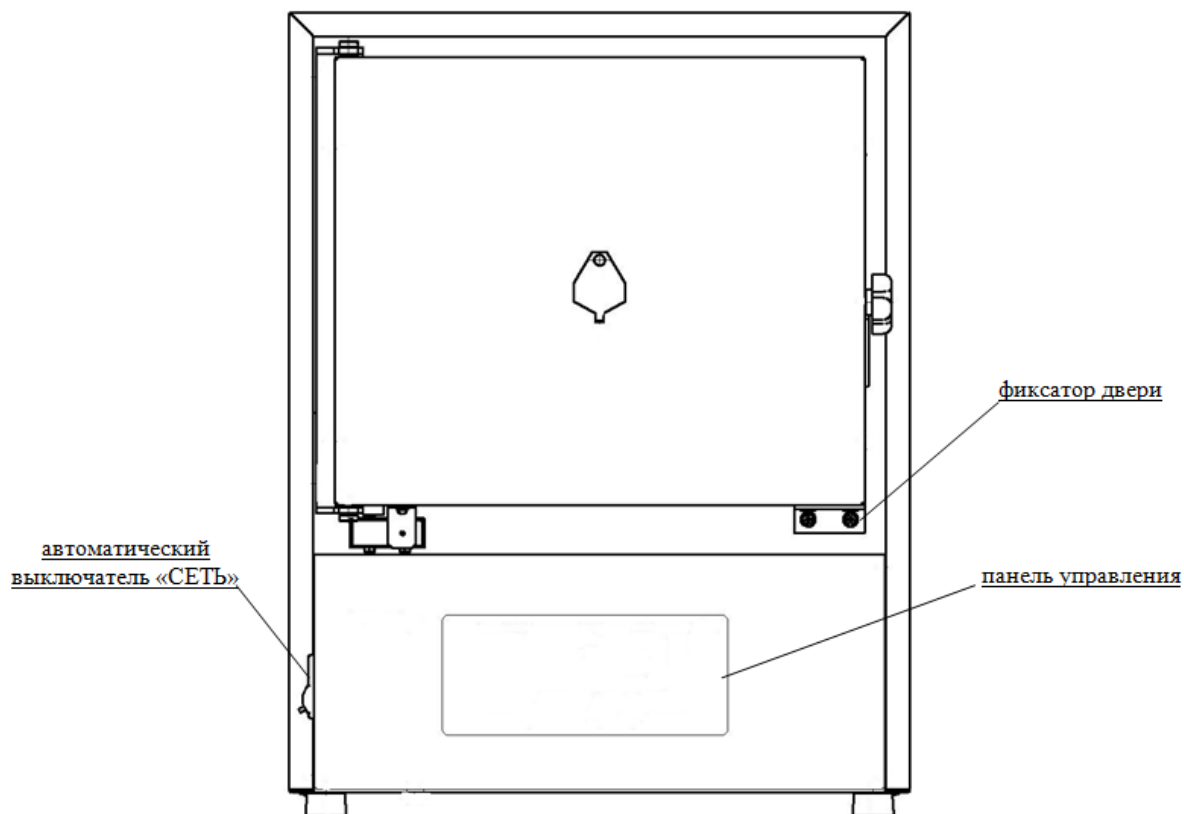

Рисунок 1 – Общий вид электропечи
- снять фиксатор двери, открутив 4 винта (рисунок 1);
8.3. Включить выключатель «СЕТЬ», находящийся на левой стороне пульта управления электропечи (рисунок 1), при этом должны включиться цифровые индикаторы, на которые выводится температура в рабочей камере электропечи. Если температура в камере меньше заданной, должны включиться соответствующий светодиод «НАГР» и лампа включения нагревателя. Лицевая панель пульта управления электропечи ЭКПС-5У представлена на рисунке 2.
9.3. Включить выключатель «СЕТЬ», находящийся на левой стороне пульта управления электропечи (рисунок 1), при этом на цифровом индикаторе «» загорится «1» (первая ступень). Цифровые индикаторы, на которые выводится значение параметра, начинают мигать – регулятор находится в режиме «ВВОД». Включен индикатор параметра – «°C». Лицевая панель пульта управления электропечи ЭКПС-5Н представлена на рисунке 3.